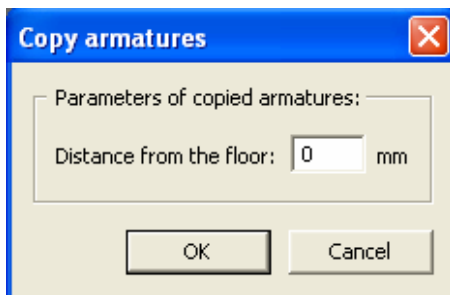

Рис. 3.2-24 Задание расстояния от пола
9. Переместитесь в проекте на отопительный прибор, который еще не присоединен, выделите его левой кнопкой мыши (выделить можете и несколько приборов сразу!). Опять щелкните правой кнопкой и в шторке выберите выбор на одну позицию ниже: *Insert armatures/Вставь арматуры*. При каждой вставке арматуры появится малое диалоговое окно с названием *Copying of armatures/Копирование арматур*, в котором необходимо задать параметры скопированных арматур, конкретно расстояние от пола. (Это расстояние, на каком должны быть окончены копированные арматуры от пола). В нашем случае задайте в рубрику 0 мм, поскольку желаете, чтобы арматуры доходили вплоть до пола. (Рис. 3.2-24)